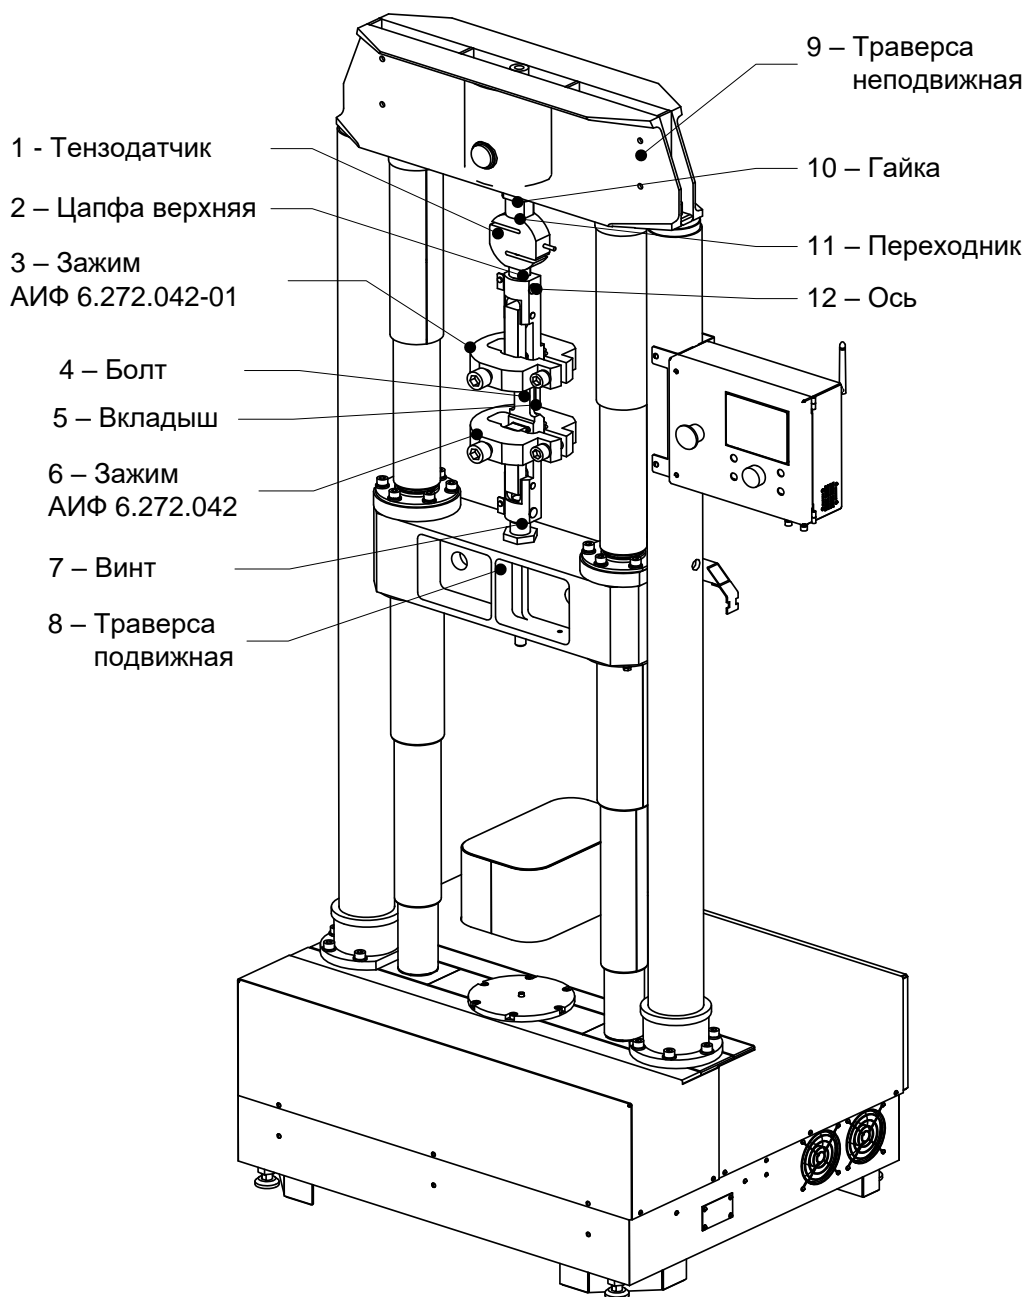
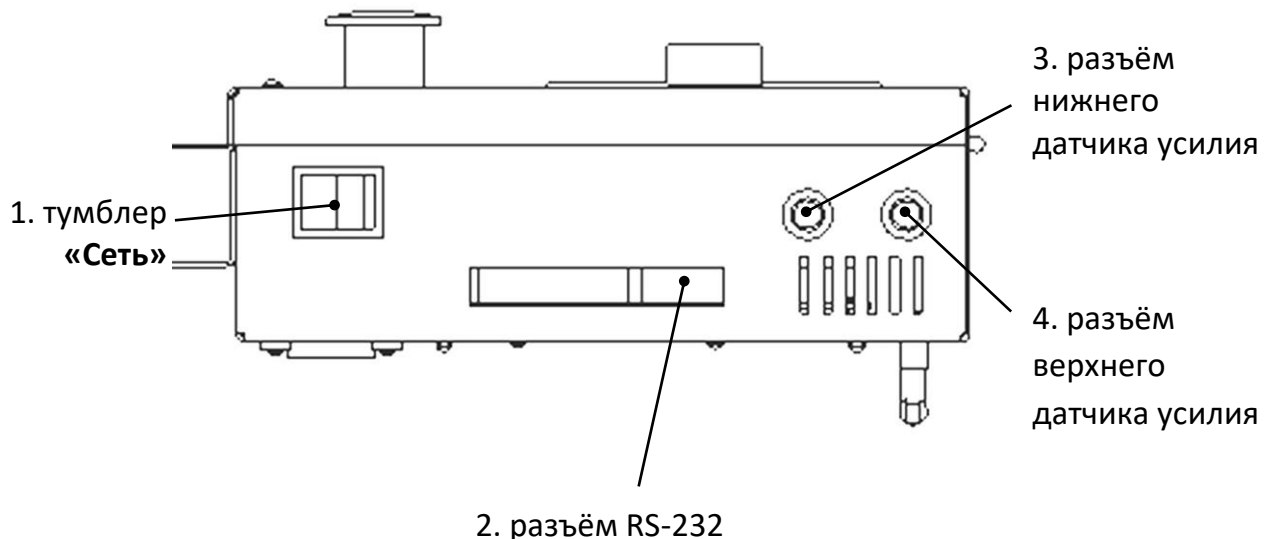

Рисунок 1 – Общий вид зажимов, установленных в МРП-20
Рисунок 2 - Блок управления. Вид снизу
- 3.3.1 Траверсу подвижную 8 опустить вниз (см. рисунок 1, страница 3).
- 3.3.2 Верхний зажим 3 АИФ 6.272.042-01 закрепить к тензодатчику 1 с помощью цапфы верхней 2, установить в отверстие ось 12 (см. рисунок 1, страница 3).
- 3.3.3 Нижний зажим 6 АИФ 6.272.042 закрепить к траверсе подвижной 8 с помощью винта 7, установить в отверстие ось 12 (см. рисунок 1, страница 3).
- 3.3.4 Траверсу подвижную 8 поднимать до тех пор, пока расстояние между зажимами не составит 100 мм (см. рисунок 1, страница 3). Расстояние можно измерить, например, с помощью измерительной линейки 500 мм ГОСТ 427-75.
- 3.3.6 Зажать один конец образца в верхнем зажиме 3 АИФ 6.272.042-01 (см. рисунок 1, страница 3) завинчивая винт с помощью комбинированного ключа.
- 3.3.7 Зажать другой конец образца в нижнем зажиме 6 АИФ 6.272.042 (см. рисунок 1, страница 3) завинчивая винт с помощью комбинированного ключа, избегая провисания или натягивания образца.
- 3.3.8 Подключить разъем тензодатчика 1 (см. рисунок 1, страница 3) к разъему верхнего датчика усилия 4 (см. рисунок 2, страница 5) на блоке управления МРП-20.